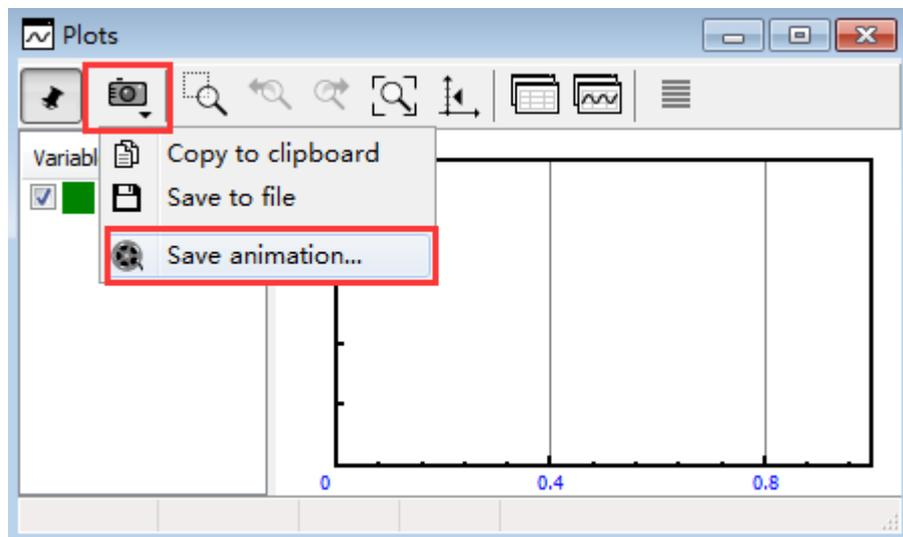

图 011-5 绘图窗口设置保存动画 2
2、点击“照相机”图标，选择 **Save animation**，如图 011-5；